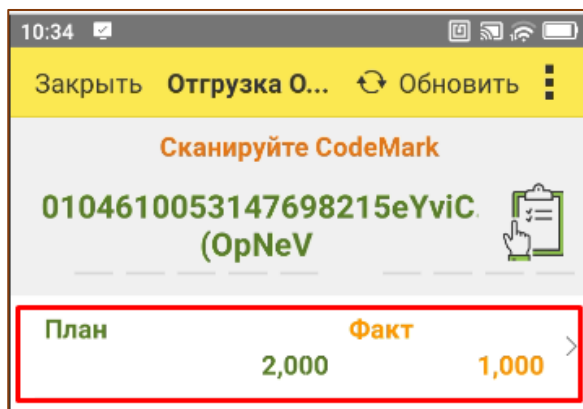

Рис. 11.4 - Сканирование КМ в документ Отгрузка
2. В описании указано плановое количество товара. Необходимо открыть документ на терминале и начать сканирование кодов маркировки. В процессе сканирования автоматически будет проставляться значение «Факт» (Рис. 11.4).